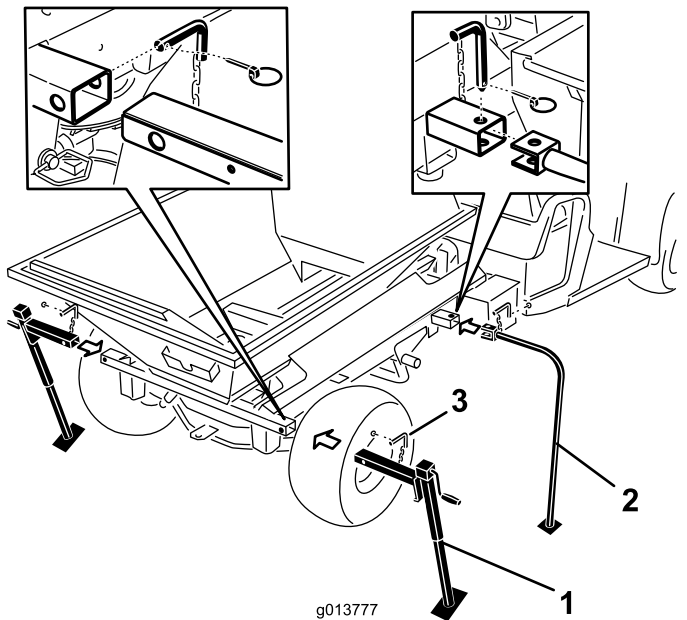

Figura 51
7. Introduceri picioarele de depozitare față i cricurile spate în tuburile mainii i fixai-le cu tifturile de blocare (Figura 51).